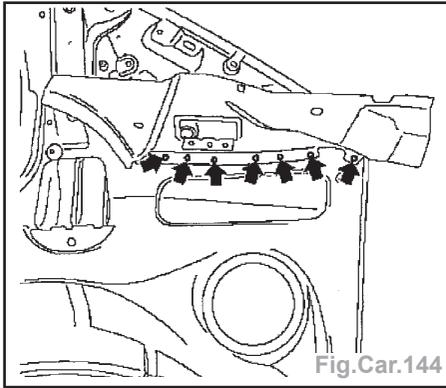

Fig.Car.144
- Enlever par perçage le prolongement de plage arrière de la pièce neuve (selon l'étendue des dégâts) (Fig.Car.144).